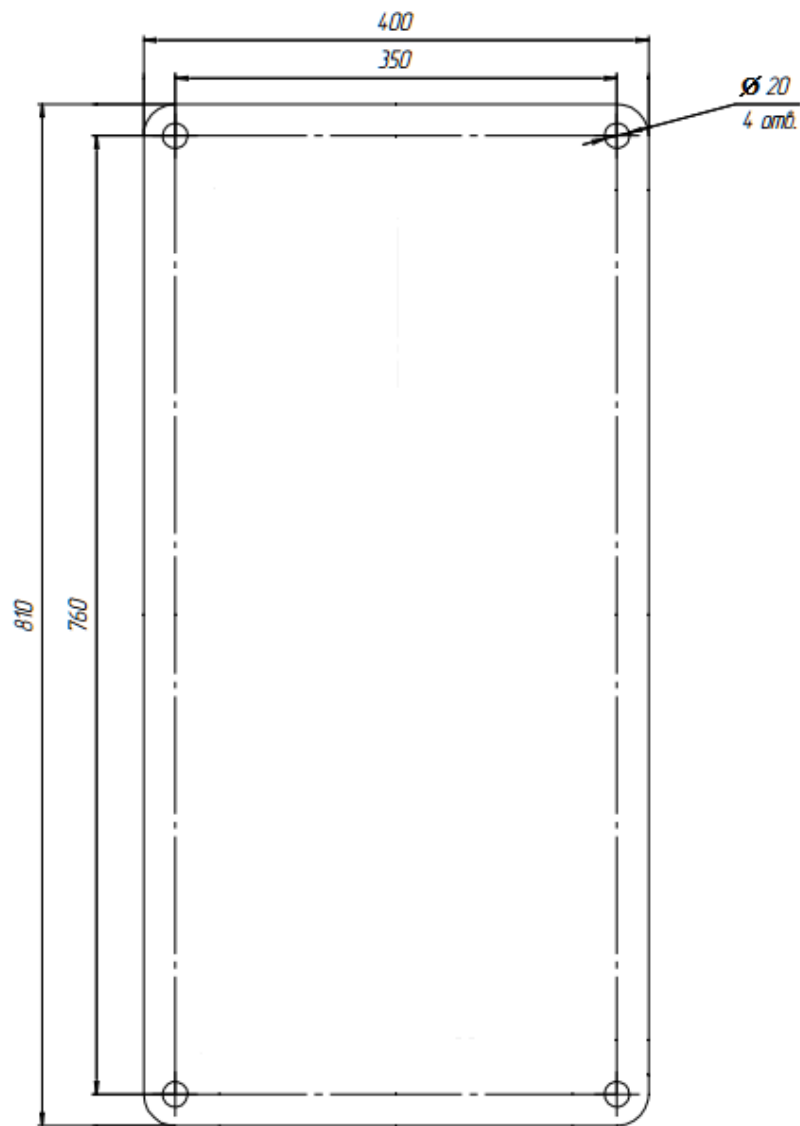

Рис. 6.2 Опорная поверхность станины, вид снизу.
8.3.2. Установить станок на место крепления и закрепить тумбу четырьмя анкерными болтами М18. Опорная поверхность тумбы представлена на рис. 6.2. Перед подготовкой площадки под установку станка и установкой анкерных болтов необходимо произвести замер расположения отверстий крепления тумбы.